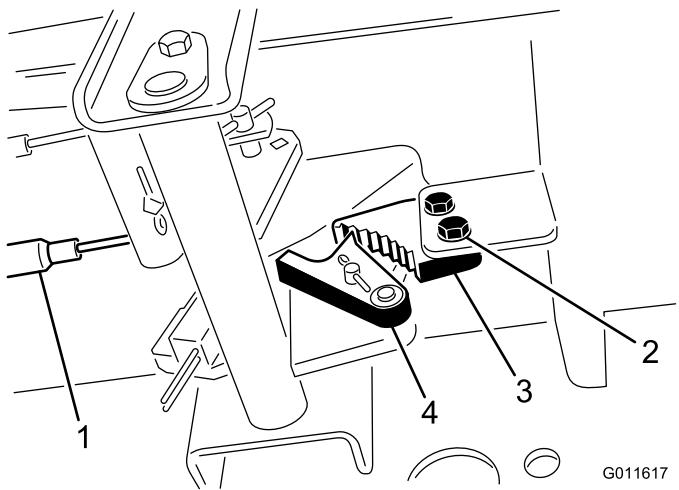

図 76
- 駐車ブレーキのツメをフレームに固定しているネジ2本をゆるめる（図 76）。
- 2. ブレーキのツメが戻り止めに完全に掛かるまで駐車ブレーキペダルを前に踏み込む(図 76)。